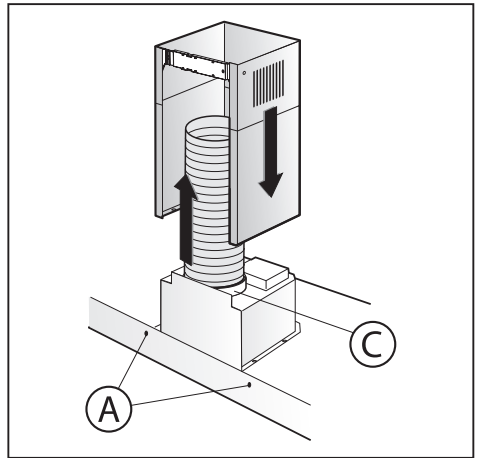

Fig.3
- När spiskåpan har justerats ska den fästas definitivt med de 2 skruvarna **A** (Fig.3).
- Anslut flänsen **C** med ett anslutningsrör till hålet för utslutning av luft (Fig.3).